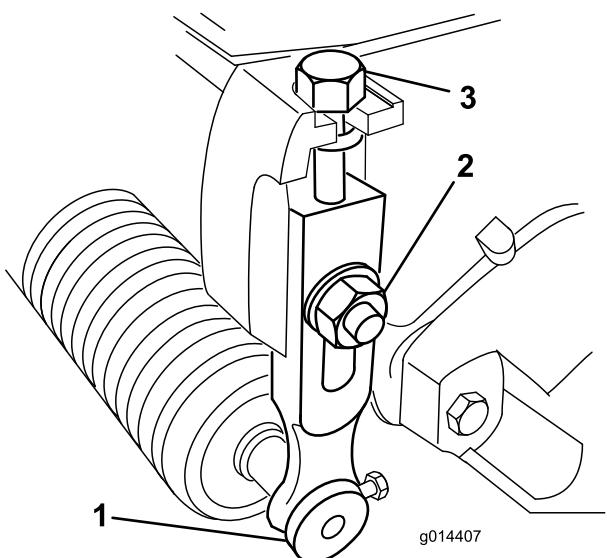

Figura 9
- Afloje las contratueras que sujetan los brazos de altura de corte a las chapas laterales de la unidad de corte (Figura 9).